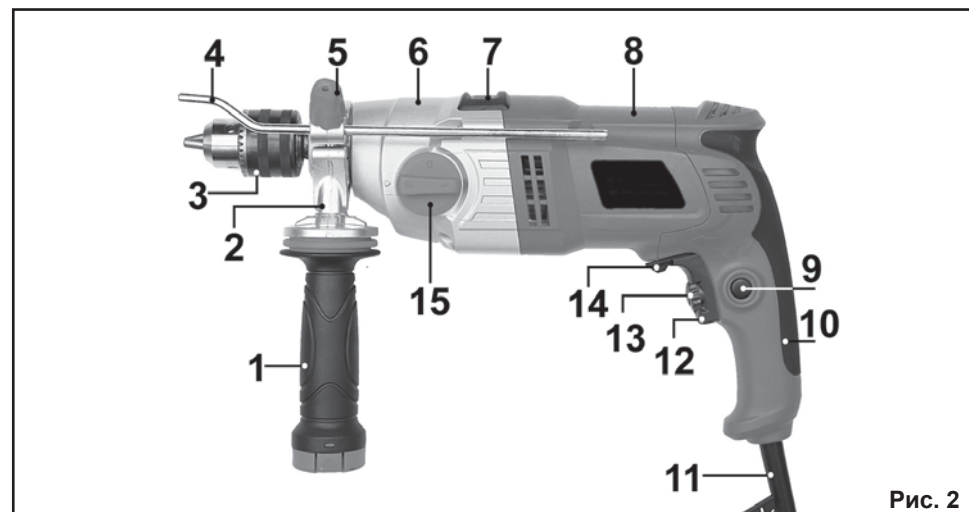

Рис. 2
6. УСТРОЙСТВО ДРЕЛИ (Рис.2)
8. ПОДГОТОВКА К РАБОТЕ И РЕГУЛИРОВКА (Рис.2)
- ЗАПРЕЩАЕТСЯ** производить изменение режима работы переключателем (7), скорости переключателем (15) и направление вращения сверлильного патрона (3) переключателем реверса (14) при нажатом выключателе (12) и вращающемся сверлильном патроне (3).
7. СБОРКА (Рис.2)
10. ТЕХНИЧЕСКОЕ ОБСЛУЖИВАНИЕ (Рис.2)